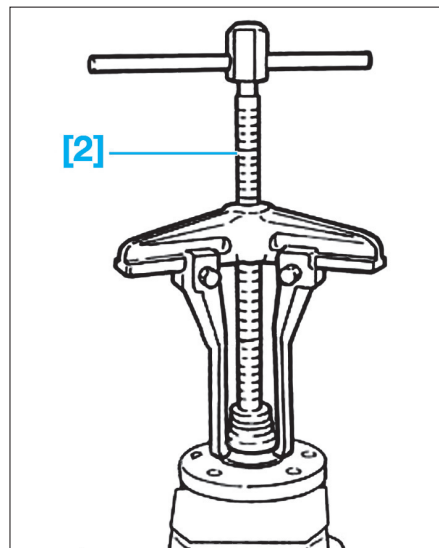

Fig. 25
- [2]. Extracteur de roulement (Fig.25).
- A l'aide d'un extracteur [2], déposer la bague interne du roulement sur le moyeu (Fig.25).